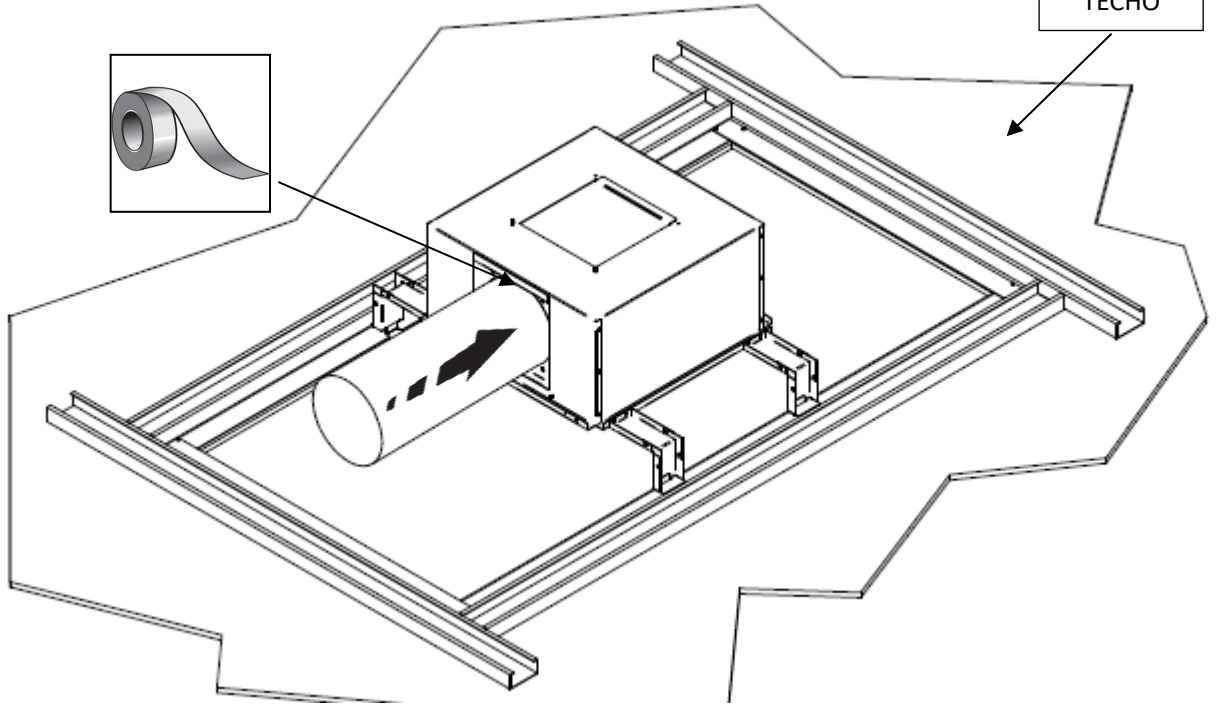

Fig. 10
- Conecte los 6 orificios que se muestran en la fig.10 utilizando las tapas suministradas (estos orificios solo son necesarios en el segundo tipo de instalación) (fig.10).